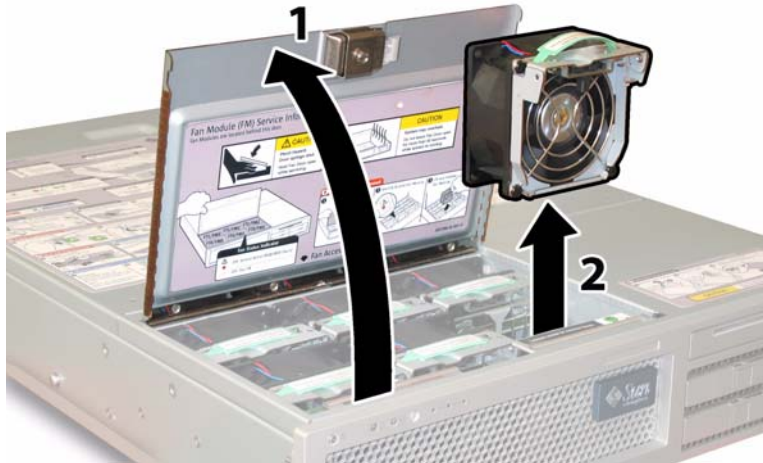

ABBILDUNG 4-18 Öffnen der Lüfterschachtklappe und Ausbauen eines Lüftermoduls
3. Öffnen Sie die Klappe des Lüfterschachts, und halten Sie sie in dieser Position. Siehe ABBILDUNG 4-18.